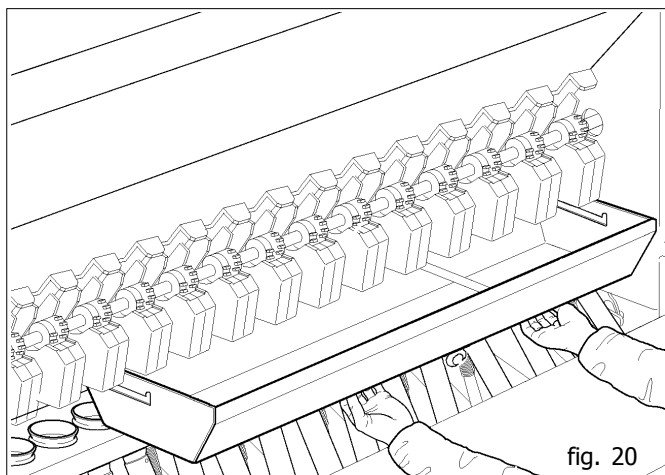

fig. 20
- 2) Sganciare le vasche raccogli semi (Fig. 20) e posizionarle sotto le bocchette uscita semi.
- 2) Sganciare la vasca raccogli semi (Fig. 20) e posizionarla sotto le bocchette uscita semi.